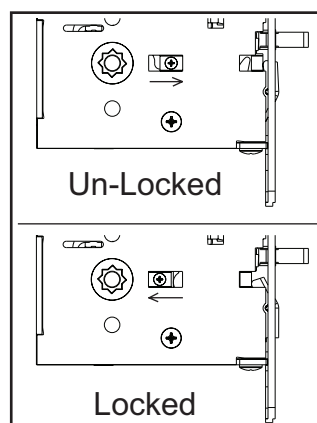

Figure 13
**MAKE SURE LOCK IS UNLOCKED. (FIGURE 13)**